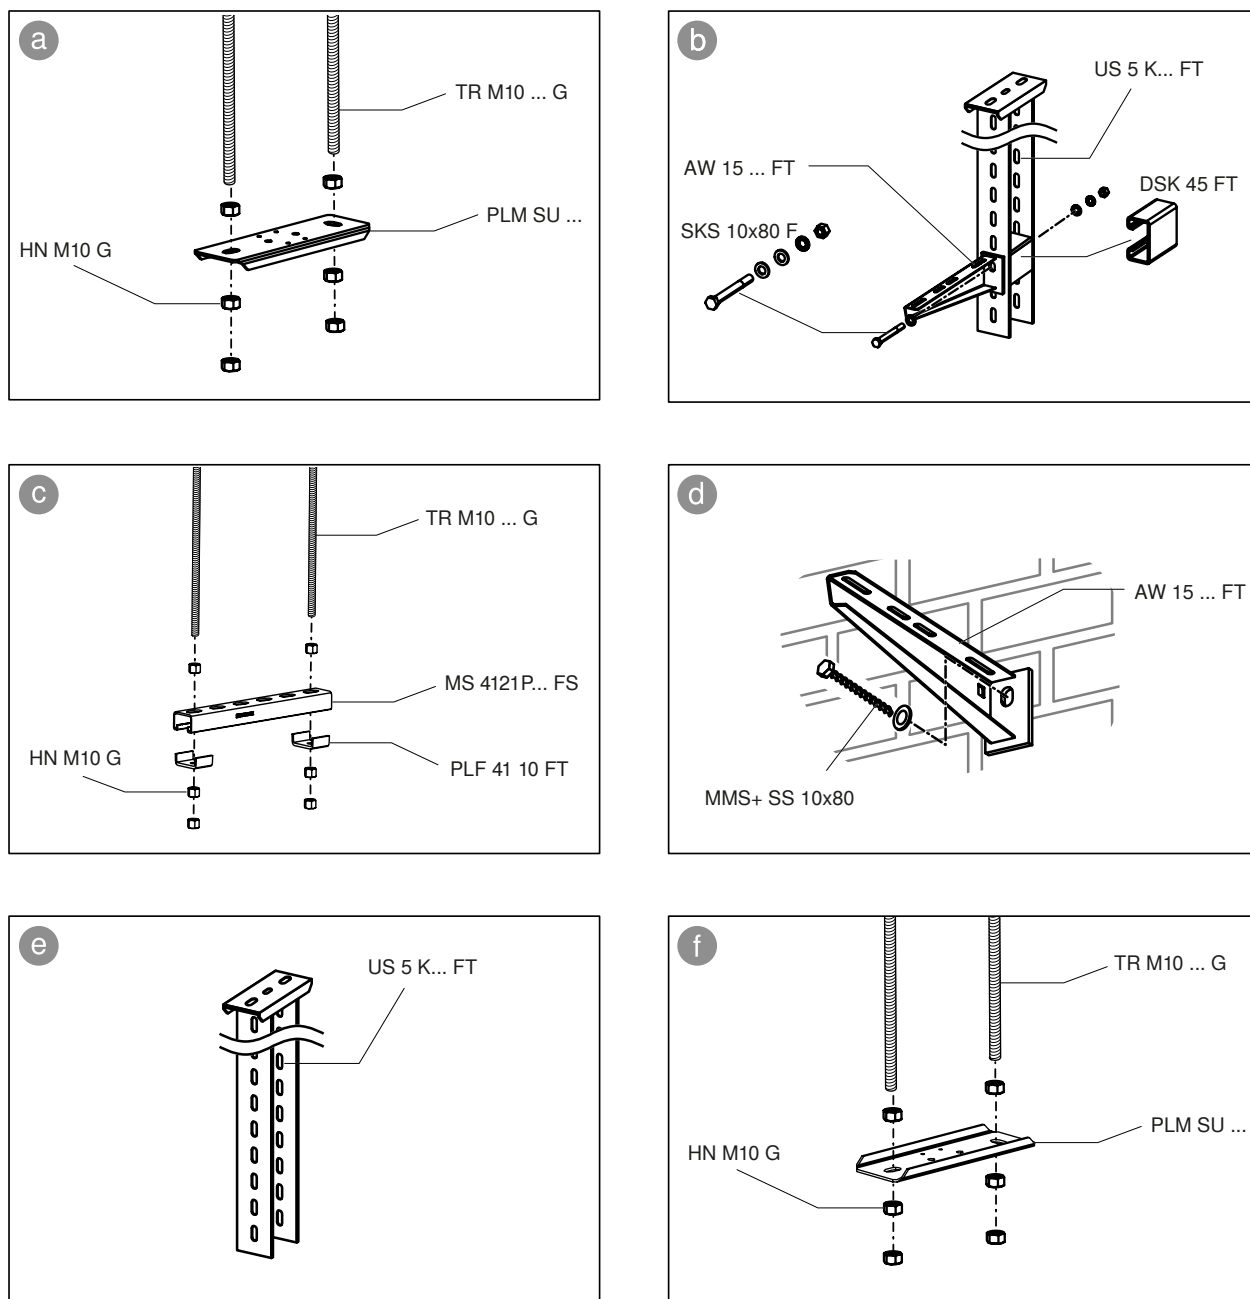

Abb. 9: Tragsysteme montieren
Der maximale Stützabstand für die abgehängte Montage beträgt 1 m. Bei der Montage mit Montageschiene **c** nach Abb. 9, Ausleger **b**, **d** oder U-Stiel **e** muss der Abstand zur Stoßstelle mindestens 100 mm betragen, damit der Stoßstellenverbinder PLM SI... problemlos montiert werden kann.
Hinweis! Alternativ kann bei der Montage mit Auflager **a** nach Abb. 9 und **f** die Abhängung direkt unter der Stoßstelle montiert werden, z. B. bei der Formteilmontage (siehe hierzu auch „8.2.1 Formteil auf Tragsystem **a** / **f** montieren“ auf Seite 27). Hierzu die Verbinderschraube PLM SF 4x8 Art.-Nr. 3498092 verwenden, um weiterhin eine problemlose Montage des Stoßstellenverbinders zu gewährleisten.
3. Tragsystem gemäß Abb. 9 montieren.